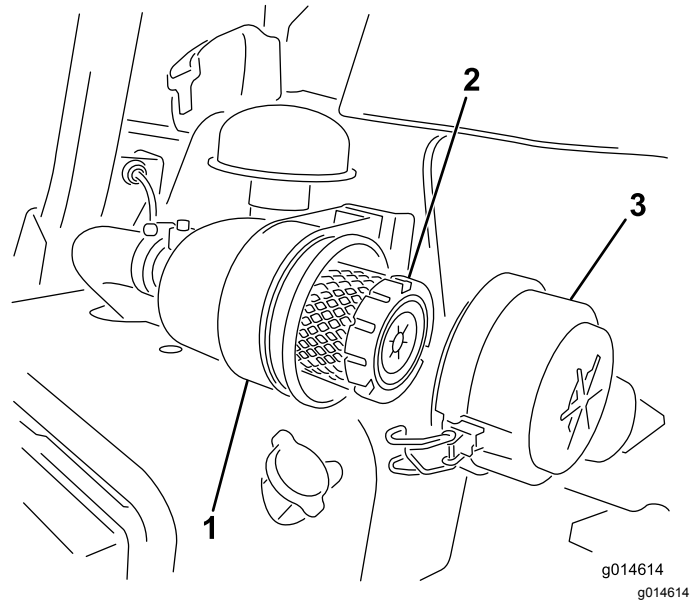

Figura 30
1. Liberte os trincos que fixam a cobertura do filtro de ar ao respetivo corpo (Figura 30).
7. Prenda os trincos (Figura 30).